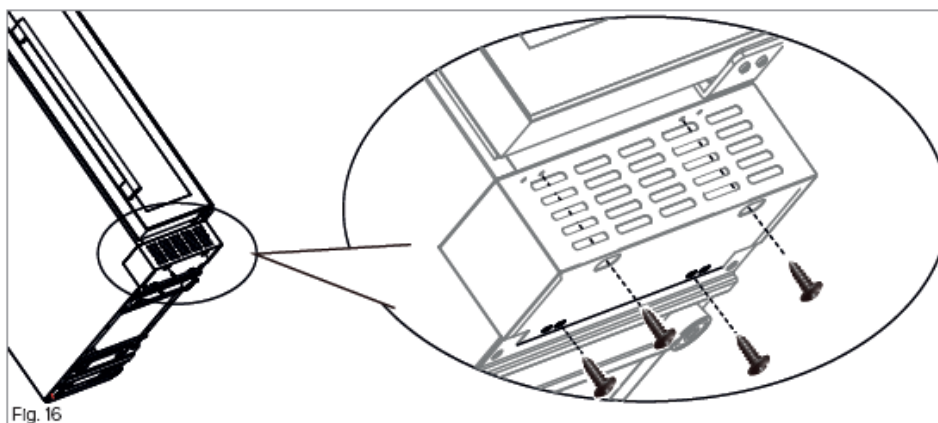

Fig. 16
6. Schlagen Sie die Basis vor und achten Sie darauf, dass sie in die gleiche Richtung wie Abb. 16 zeigt. Stecken Sie dann mit einem Schraubendreher (Magnetspitze) zwei der schwarzen Befestigungsschrauben in die ovalen Zugangslöcher (siehe Abb. 16) und ziehen Sie sie fest.
7. Setzen Sie in jedem der beiden unteren Löcher eine Schraube (mit schwarzer Spitze) ein (siehe Abb. 16). Mit dieser Schraube wird der Boden unter dem Weinkühlschrank befestigt.